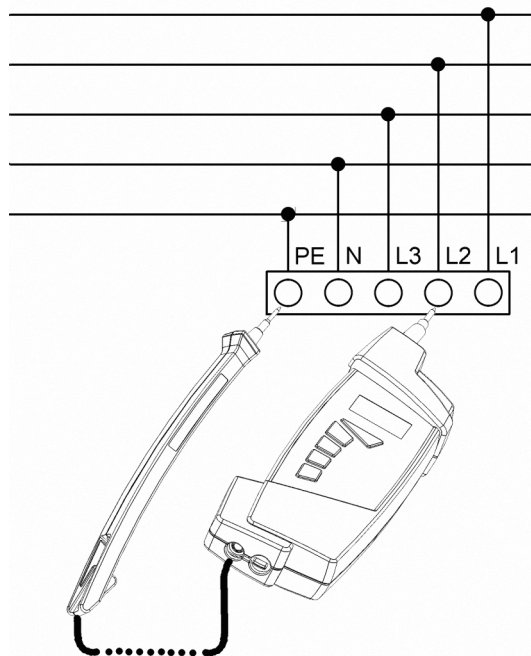

Figura 3.12 Esempio di collegamento: misura dell'impedenza di anello L2-PE
- ⇨ Collegare il puntale tra **N** e **PE** (vedi Figura 3.12)